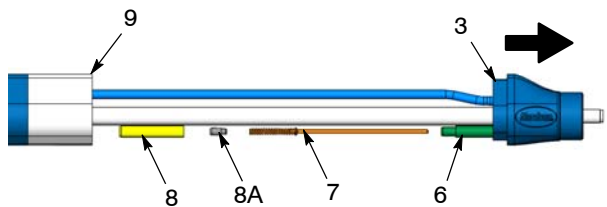

Рис. 26 Снятие резистора – распылители с монтажной штангой
Распылители с монтажной штангой: См. рис. 26. Вытянуть переходник (3) из трубки корпуса (9) до положения, в котором открывается доступ к втулке (8) и направляющей резистора (6).